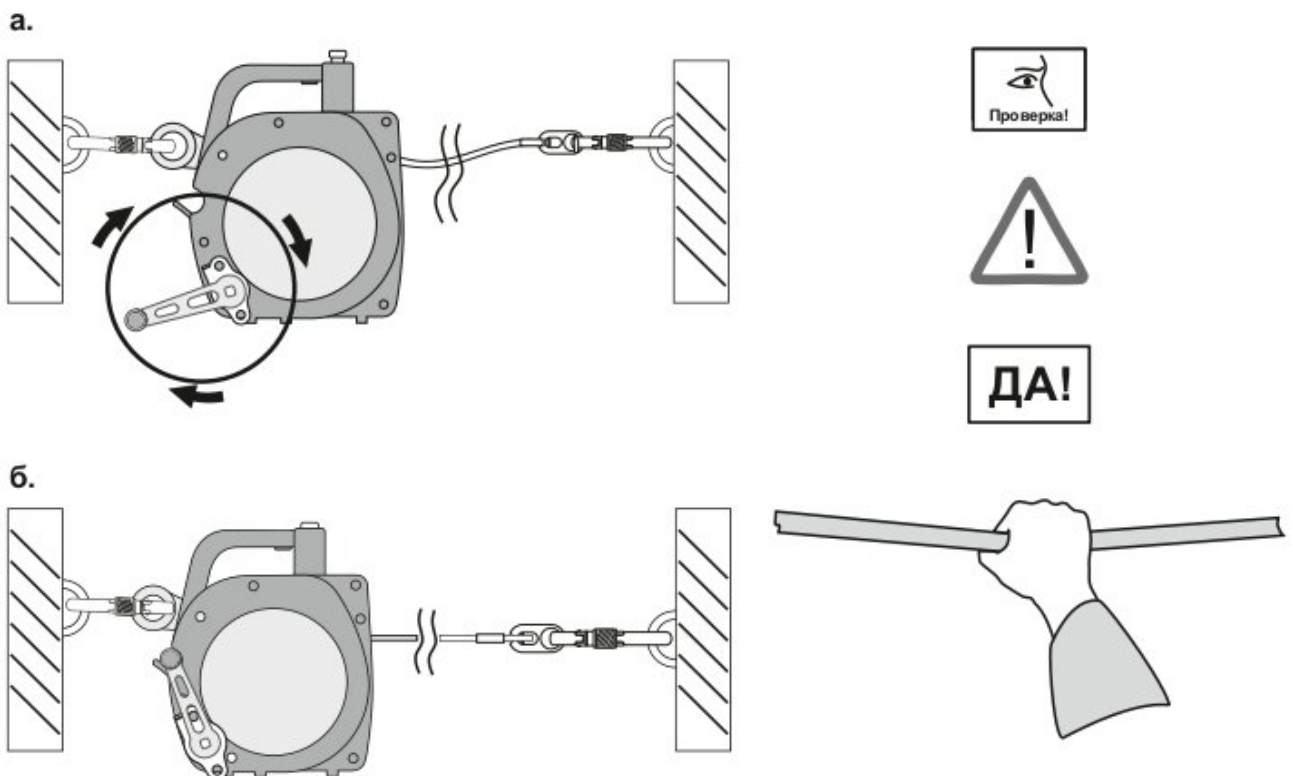

Рис. 16. Перевод рукоятки в парковочное положение
**Действие 5.** Поднимите стопорный штифт. Сдвиньте основание рукоятки в направлении от устройства. Опустите стопорный штифт (рис. 16а). Переведите рукоятку обратно в парковочное положение (рис. 16 б, в, г).
**Внимание!** Во время пользования устройством рукоятку всегда должна находиться в парковочном положении (рис. 16г, 20в).
**Действие 4.** Поднимите стопорный штифт. Сдвиньте основание рукоятки в направлении от устройства. Опустите стопорный штифт (рис. 16а). Переведите рукоятку обратно в парковочное положение (рис. 16б, в, г).
**Действие 5.** Отсоедините проушину (7) устройства от анкерной точки.